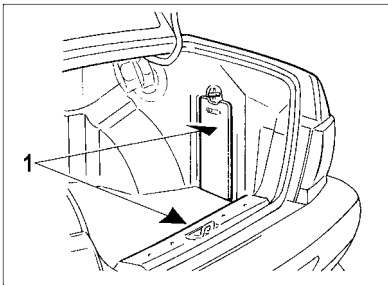
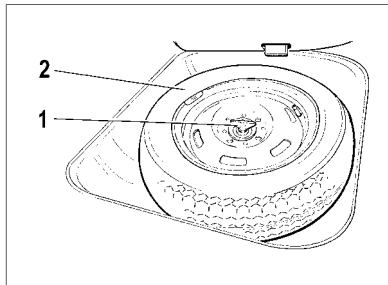

Рис. 40. Места укладки инструмента
Рис. 41. Расположение запасного колеса
- снимите защитные кожуха 1 (рис. 40) и достаньте насос, домкрат, коробку с инструментом, а затем запасное колесо. Запасное колесо 2 (рис. 41) располагается в нише багажного отделения. Чтобы достать его, откиньте коврик, крышку и отверните винт 1.